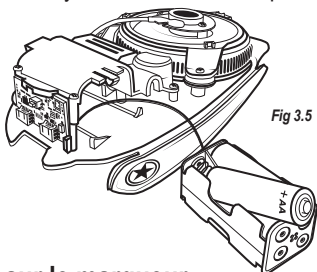

Fig 3.5
7. Installez-les (4) piles AA, en faisant correspondre les polarités des piles avec les symboles sur le bloc-piles (Fig. 3.5).